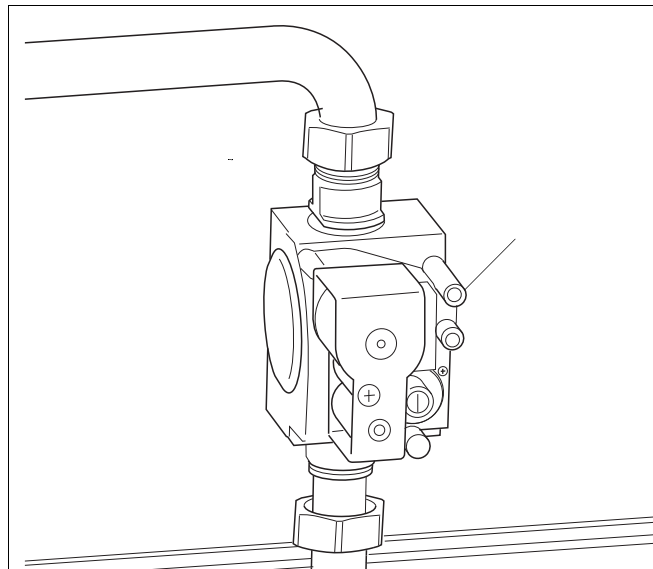

Рис. 22 Газовая арматура "SIT" 840 Sigma
- Открутить запорный винт контрольного ниппеля для подключения газа и удаления воздуха (Рис. 22, поз. 1) на два оборота и надеть шланг.